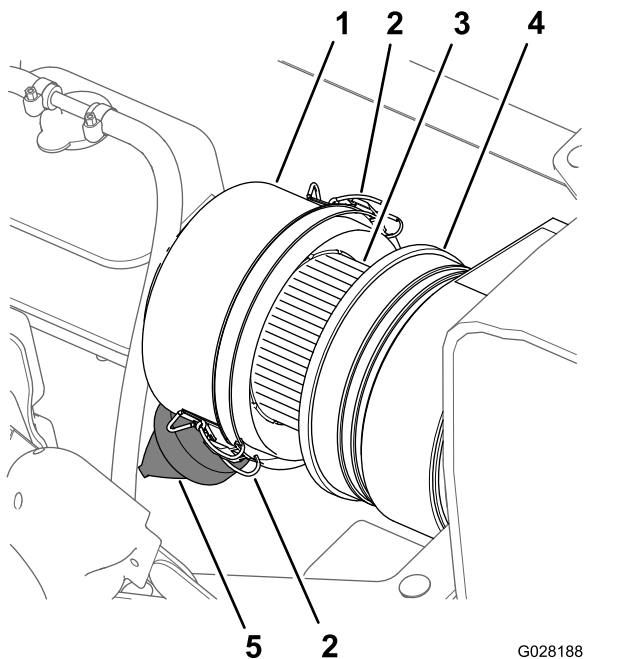
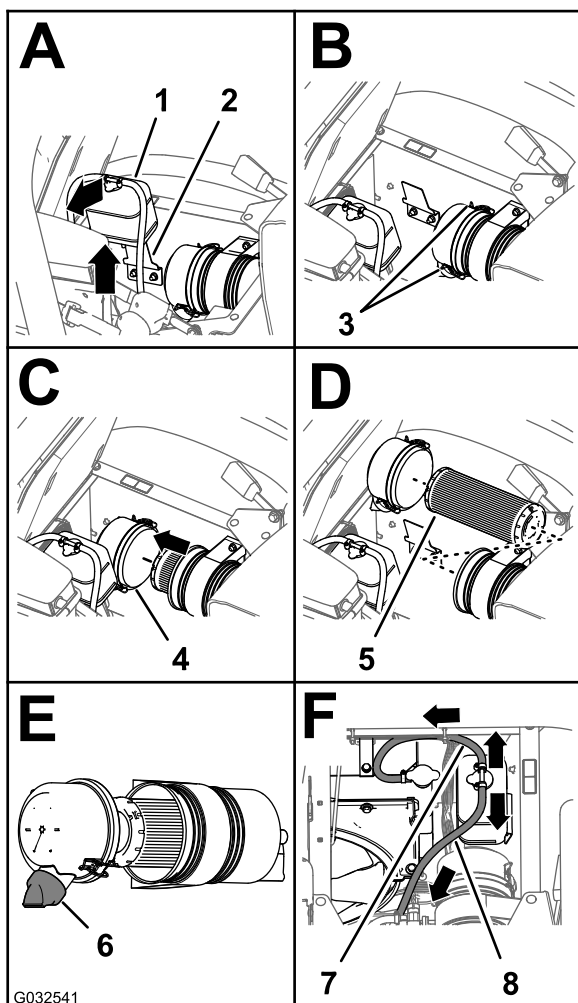

Figura 67
Figura 68
3. Pulite il coperchietto antipolvere e il corpo del filtro dell'aria (Figura 67).
4. Controllate il corpo del filtro dell'aria per escludere danni che possano causare una perdita d'aria (Figura 67).
5. Comprimate la valvola antipolvere per pulirla da sporcizia, polvere e detriti (Figura 67).
7. Verificate l'elemento del filtro dell'aria per escludere un eccessivo accumulo di polvere, sporcizia e detriti (Figura 67).
8. Montate il coperchietto antipolvere sul corpo del filtro dell'aria e fissatelo con i 2 fermi (Figura 67).
2. Pulite il coperchietto antipolvere e il corpo del filtro dell'aria (Figura 67).
3. Sollevate il serbatoio di troppopieno del refrigerante ed estraetelo dalla staffa di supporto del serbatoio (Figura 68).
4. Allentate i 2 fermi che fissano il coperchietto antipolvere al corpo del filtro dell'aria (Figura 68).
6. Pulite l'interno del coperchietto antipolvere, corpo del filtro dell'aria e valvola antipolvere con un panno umido (Figura 67 e Figura 68).
7. Inserite l'elemento del filtro dell'aria nel corpo del filtro dell'aria (Figura 68).
8. Montate il coperchio sul corpo del filtro dell'aria e fissatelo con i 2 fermi (Figura 68).
Nota: Assicuratevi che la valvola antipolvere sia allineata tra le posizioni a ore 5 e ore 7 vista dall'estremità (Figura 68).
9. Allineate il serbatoio di troppopieno del refrigerante alla staffa di supporto del serbatoio e posizionate saldamente (Figura 68).
Importante: Assicuratevi che il flessibile di sfiato della pressione sia disposto in avanti e verso il basso e che il flessibile di sfiato del serbatoio sia disposto indietro, come illustrato nella Figura 68.